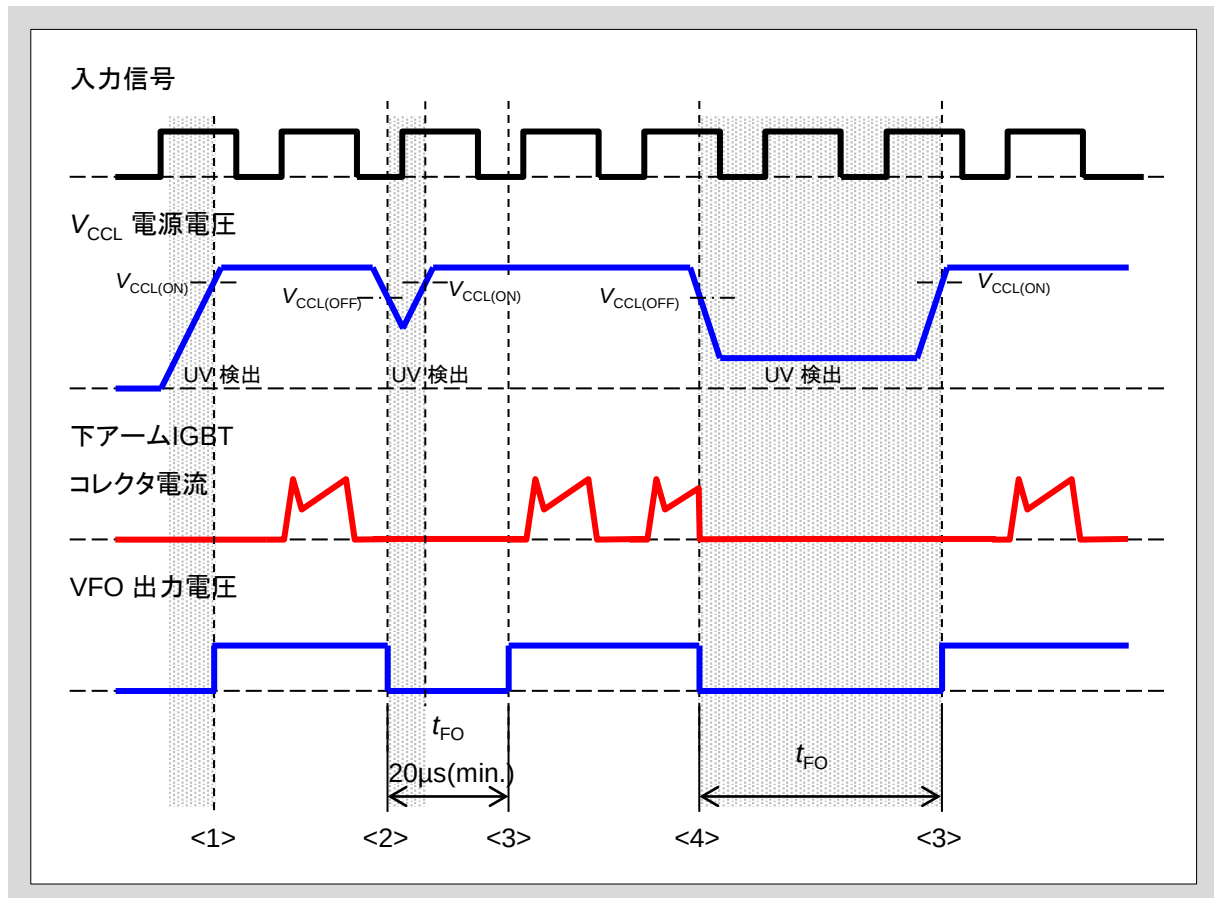
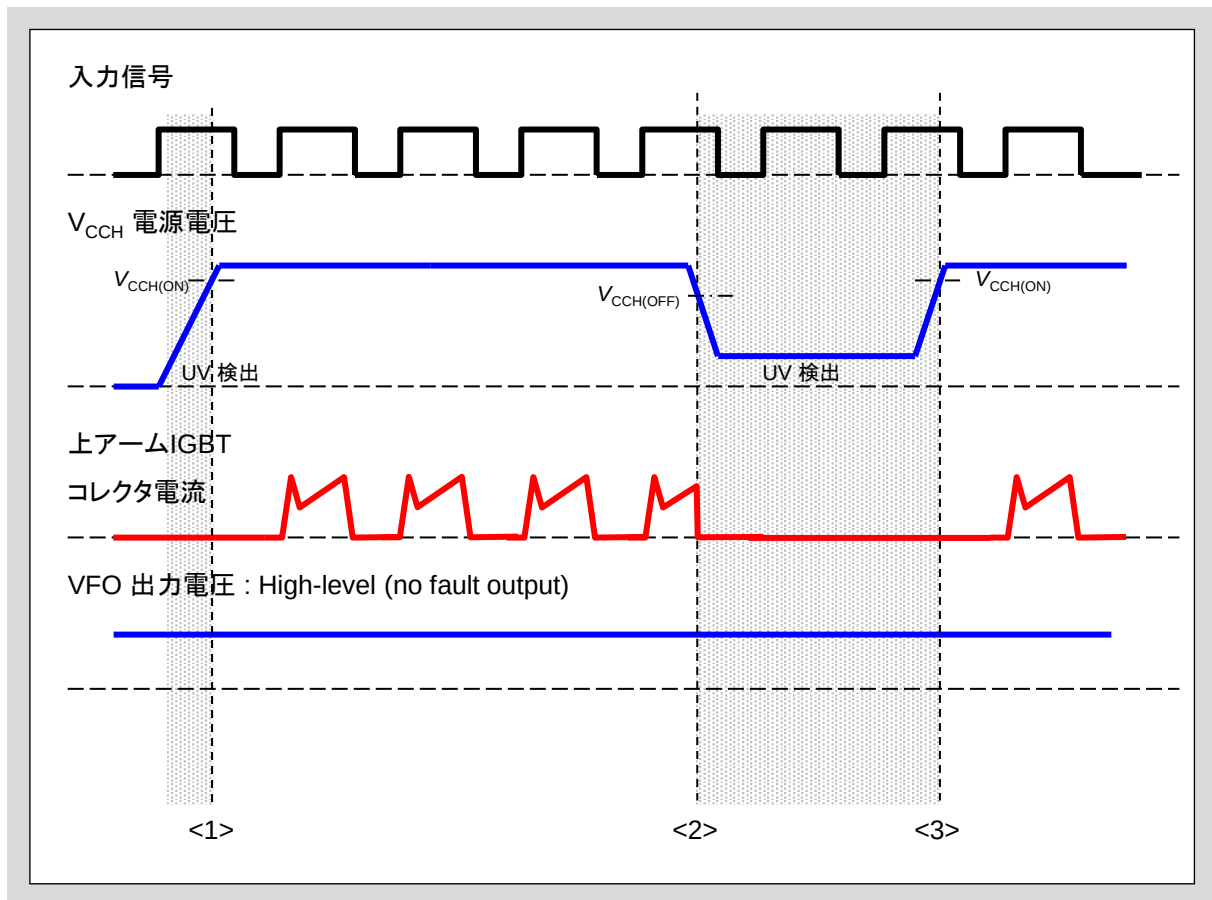

図3-2 V_{CCL} 低入力電圧保護動作シーケンス (ローサイド)
図3-3 V_{CCH} 低入力電圧保護動作シーケンス (ハイサイド)
- 図3-2と図3-3に V_{CCH} と V_{CCL} の低入力電圧保護動作のシーケンスを示します。